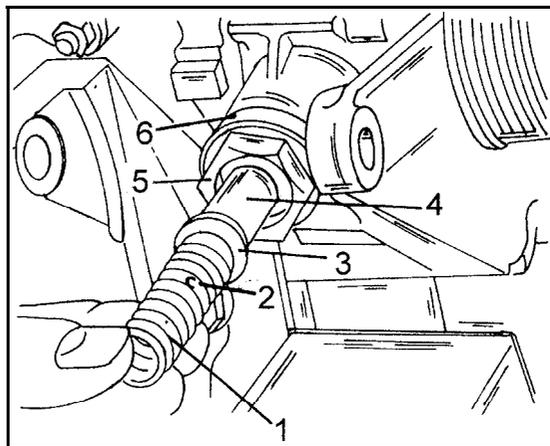

Bild 48
- Den Füllstift und die Druckfeder aus dem Kettenspanner herausziehen. Die Einzelheiten darüber sind in Bild 48 gezeigt. Den Druckstift und die Sperrfeder nach vorn aus dem Kettenspannergehäuse herausdrücken.